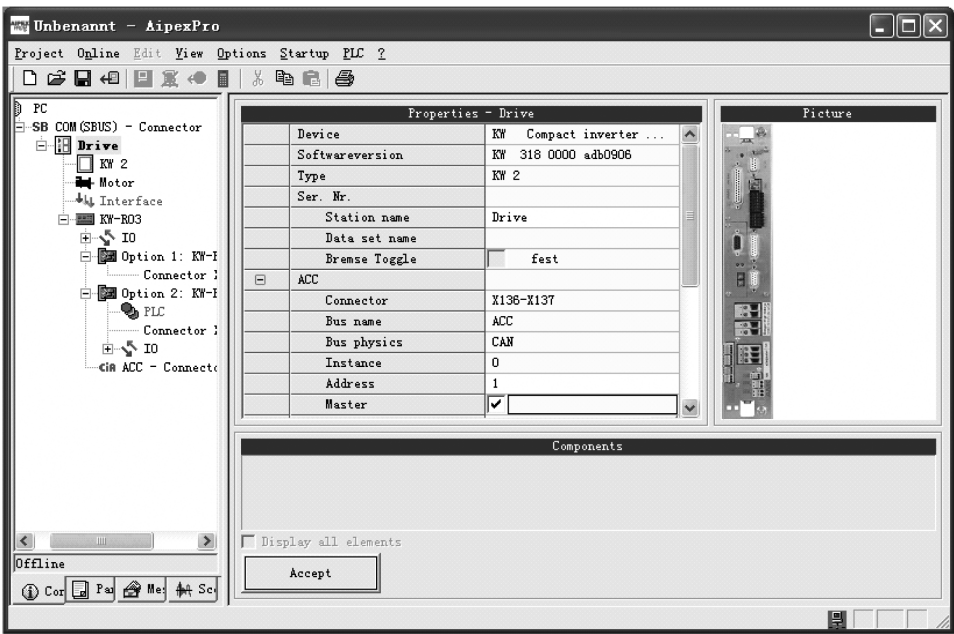

图 4-11 ACC 总线主站配置
8) 配置 ACC 主站：点击左侧结构树 Drive，在右侧找到 ACC 下面的 Master，勾选其后的 ☐，这时候在结构树出现 **ACC - Connector X136-X137**，如图 4-11 所示。